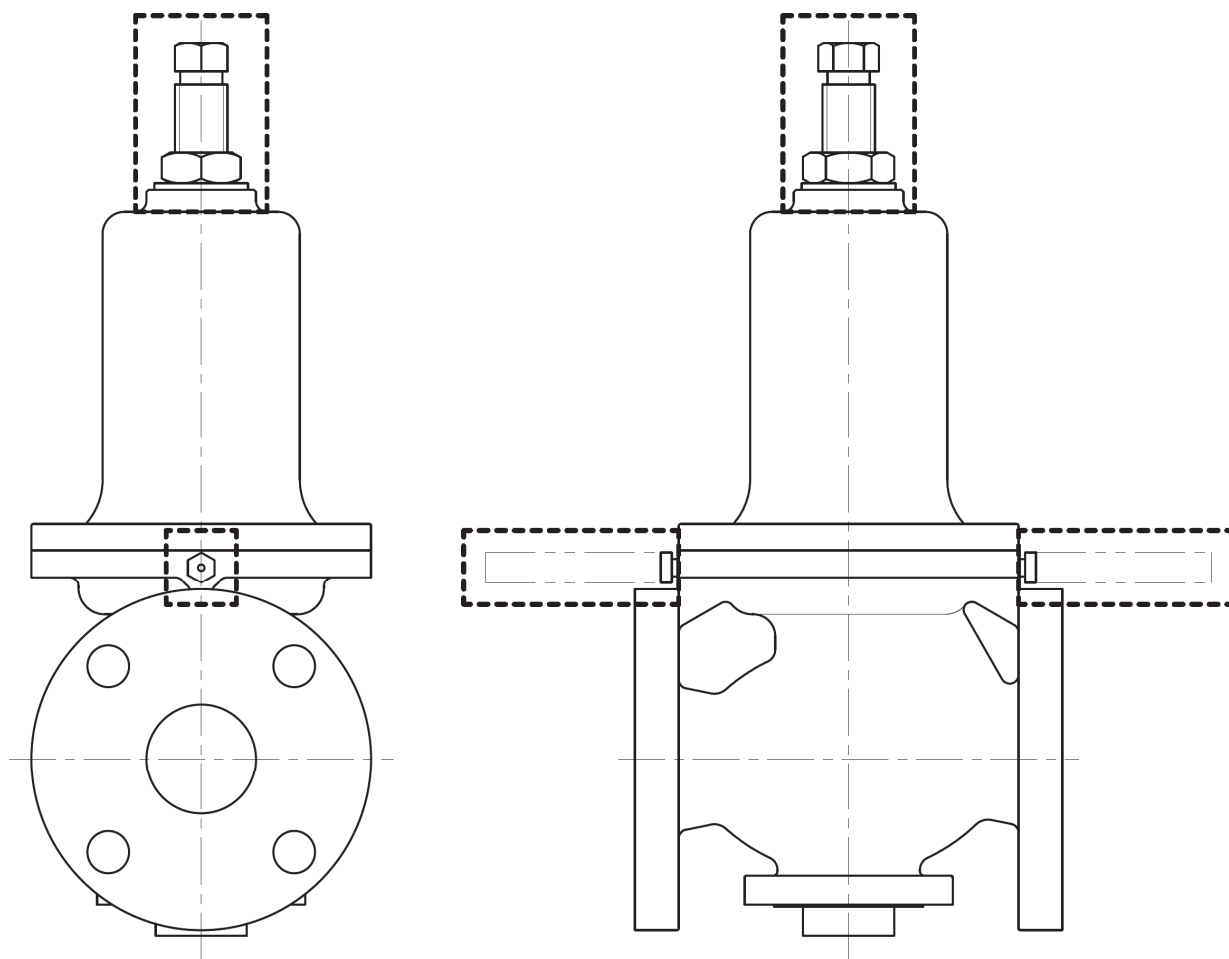

図7 保温カバーをしてはならない部分
3.10 保温する際は、背圧弁のダイヤフラム室の空気抜き及び保守・点検を容易にするため、着脱可能な保温カバーが最良です。また図7に示す点線部分には保温カバーはしてはいけません。